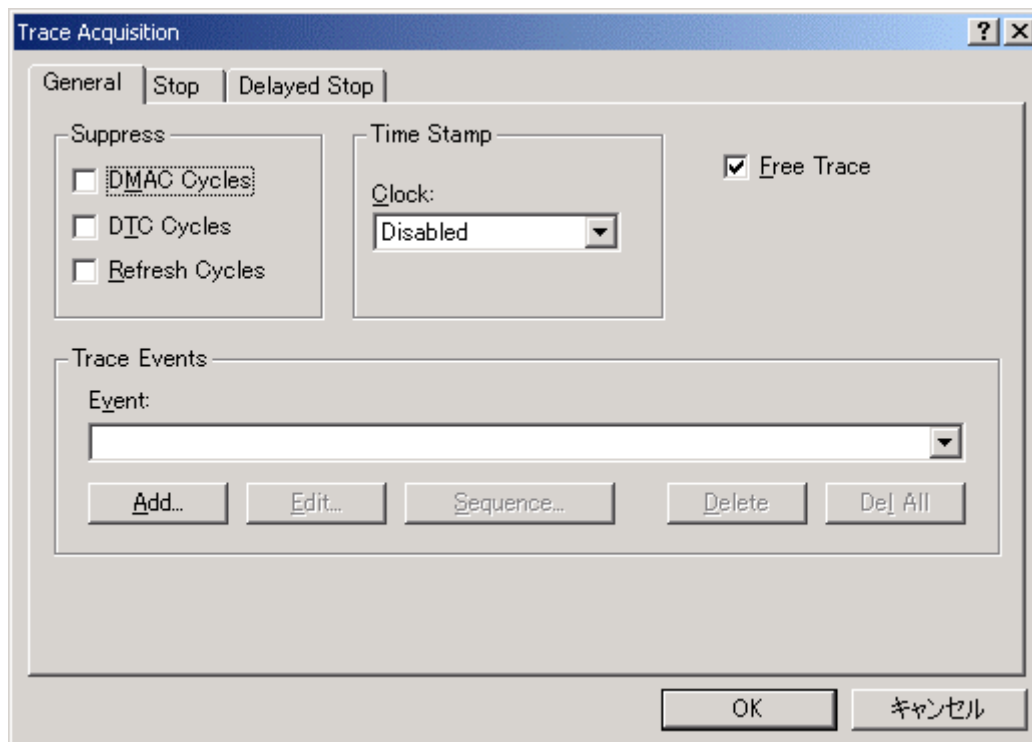

図 6-41 [Trace Acquisition]ダイアログボックス
- (1) マウスの右ボタンで[Trace]ウィンドウをクリックすることによって開くポップアップメニューから[設定...]を選択してください。[Trace Acquisition]ダイアログボックスが表示されます。（図 6-41 [Trace Acquisition]ダイアログボックス）